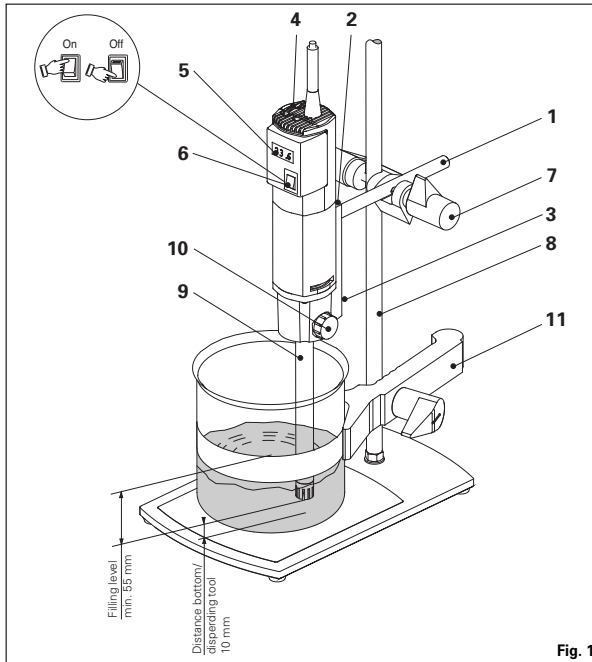

Fig. 1
Zum Dokumentieren der Drehzahl kann ein **IKA**- Drehzahlmesser DZM control.o nach Entfernen der auslegerseitigen Abdeckung (3) angeschlossen werden (siehe Fig. 1). Die Daten werden über die Schnittstelle RS 232 des DZM control.o an den PC übermittelt.
Die mitgelieferte Auslegerstange wird folgendermaßen montiert (Übersicht Fig. 1):